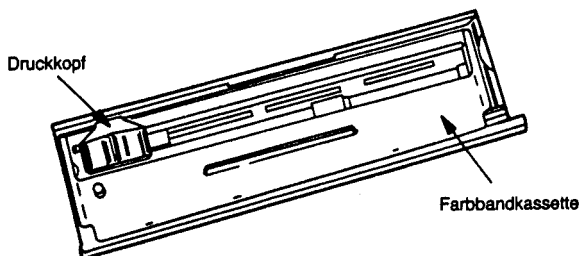

ABBILDUNG 2 - FARBBANDFOHRUNG
Das Farbband besteht aus einer leicht ladbaren Kassette (Abbildung 2).
3. Daraufhin kann die Farbband-Kassette eingesetzt werden (Abbildung 2.)